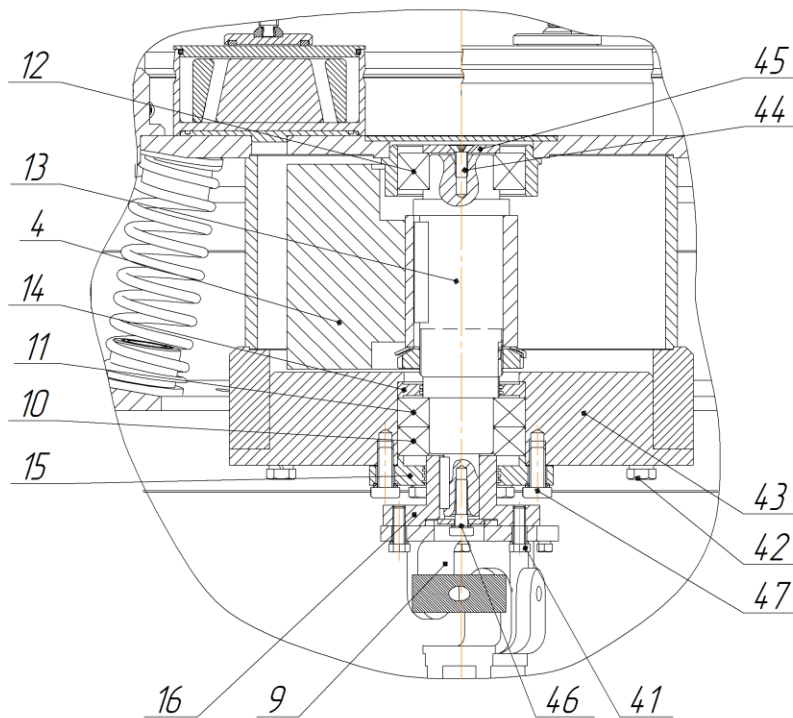

Рис. 6 – Обслуживание подшипников
- б. отсоедините карданный вал 9, открутив 4 болта 41 (Рис. 6);
- г. открутите 6 болтов 42 (Рис.6) и извлеките вал 13 в сборе с подшипниками, дебалансом 4 и противовесом 43;